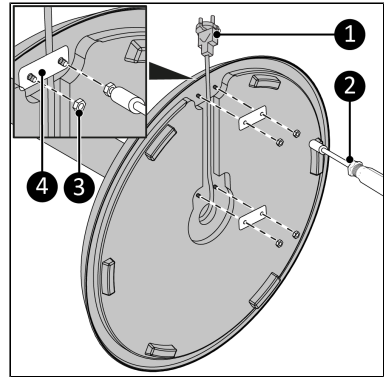

Abbildung 36.
10. Lösen Sie die vier vormontierten M4-Muttern (Abbildung 36, Pos. 3) mit einem Schraubenschlüssel (SW 7) (Abbildung 36, Pos. 2).
11. Entfernen Sie beide Kunststoff fittings (Abbildung 36, Pos. 4).
12. Legen Sie das Netzkabel (Abbildung 36, Pos. 1) in die Aussparung.